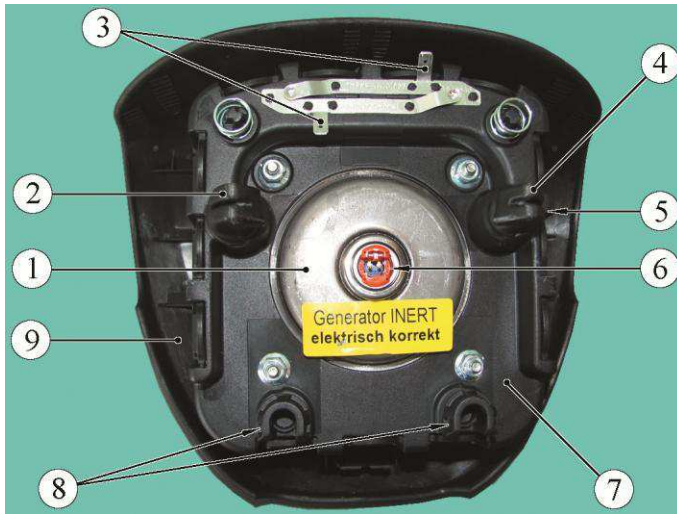

Рисунок 2 – Модуль газогенераторный (вид сзади):
5.2 Модуль газогенераторный (МНПБВ), рисунок 2, состоит из газогенератора 1, корпуса 7, со сложенной в нем надувной подушкой, облицовочной крышки 9, выключателя звукового сигнала и крепежных деталей.
Открыть левую переднюю дверь. Находясь сбоку от рулевого колеса, вставить в левое и правое отверстие 1 приспособления для снятия МНПБВ, рисунок 8, на рулевом колесе. С помощью приспособлений сжать пружины, как показано на рисунке 9, до освобождения фиксирующих зацепов 2 и 4, рисунок 2 (приспособление 67.7812-9702 для снятия МНПБВ – 2 шт.).
Находясь сбоку от рулевого колеса, потянуть нижнюю часть МНПБВ на себя до высвобождения позиционирующих зацепов 8, рисунок 2, из пены рулевого колеса.